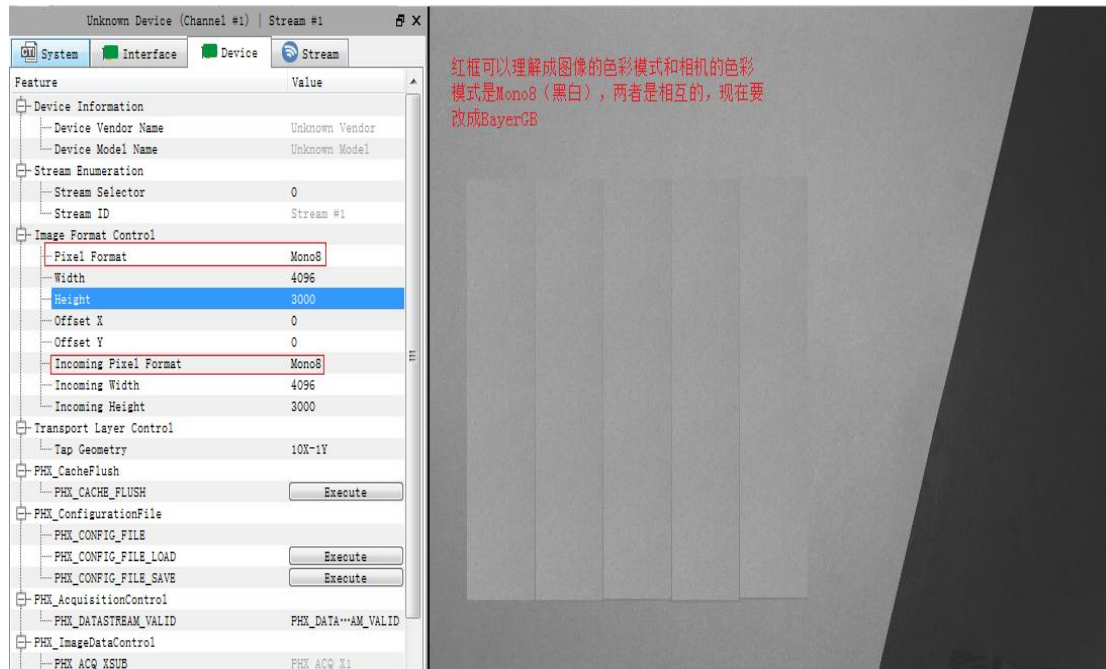

图 1-38
①如图 1-38，是黑白模式 Mono8 下的图像：红框可以理解成图像的色彩模式和相机的色彩模式是 Mono8（黑白），两者是相互的，现在要改成 Bayer